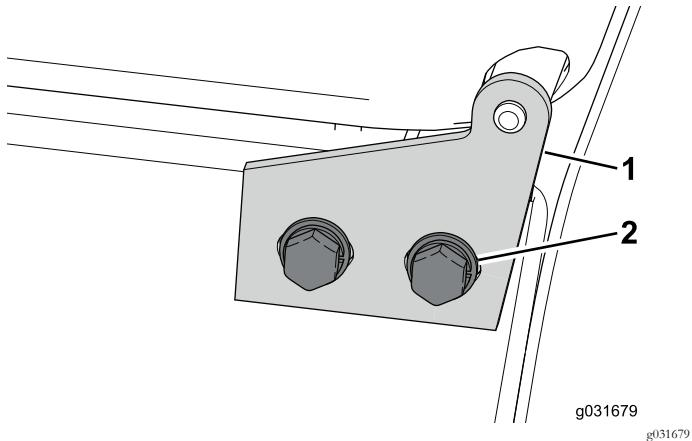

Figure 54
- Desserrez les 4 boulons qui fixent le capot à la charnière de capot (Figure 54).